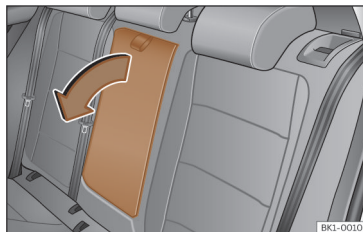

Fig. 76 Accoudoir central arrière rabattable (représentation schématique).
- Pour abaisser l'accoudoir, tirez sur la boucle dans le sens de la flèche >>> fig. 76.